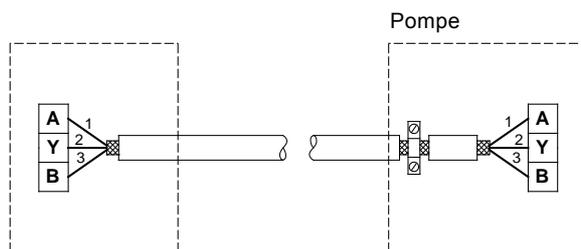

Fig. 17 Connexion avec câble blindé 3 conducteurs
- Si l'unité n'a pas de collier de serrage de câble comme montré dans la fig. 17, le blindage est laissé déconnecté à son extrémité.